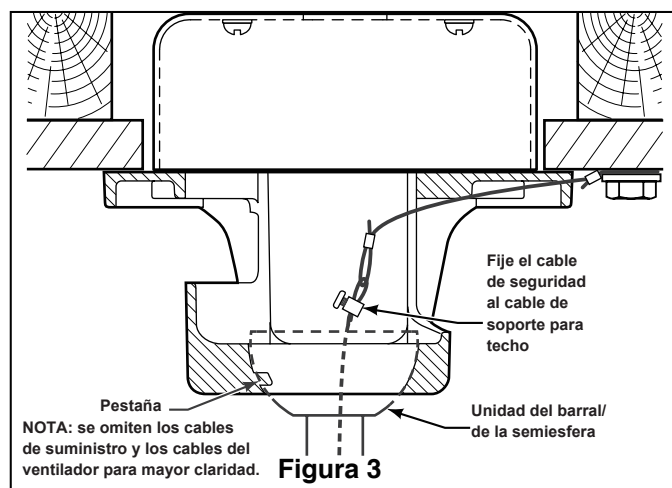

Figura 3
10. Afloje los dos tornillos de fijación del soporte del barral. Alinee los orificios del pasador en el barral con los orificios del soporte del mismo. Instale la clavija de horquilla y asegúrela con la pinza de horquilla. La clavija de la horquilla debe ir a través de los orificios del soporte de la varilla interior y de los orificios de la varilla interior. (Figura 3)
11. Mientras sostiene arriba la bola colgante, fije correctamente los dos tornillos en el soporte de la varilla interior. (Figura 3)
4. Levante cuidadosamente el ventilador y coloque el ensamble de la bola para colgar/varilla en la abrazadera para colgar que acaba de fijar a la caja de salida. Asegúrese de que la ranura de la bola esté alineada con la lengüeta de la abrazadera para colgar. (Figura. 3)
- Conecte los cables tal y como se le indica:n(Figura 3)